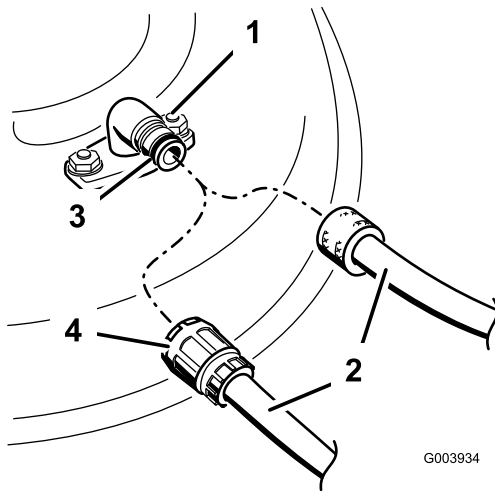

Bild 49
3. Montieren Sie die Schlauchkupplung auf die Kupplung am Mähwerk-Spülanschluss und drehen Sie das Wasser mit starkem Druck auf (Bild 49).